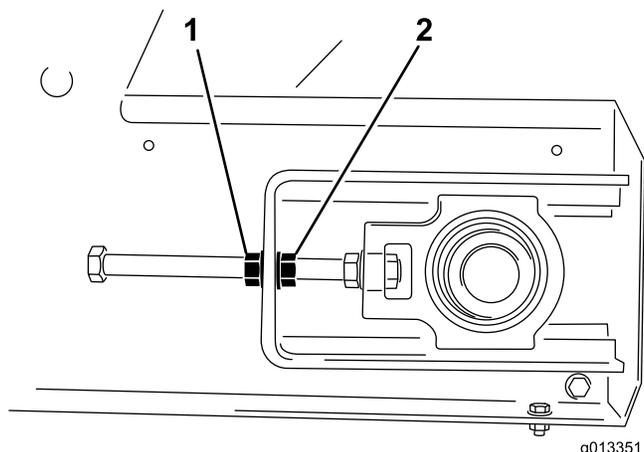

図 49
- テンショナ・ロッドが回らないようにロッドの端部をレンチで押さえながら、もう1本のレンチでロックング・ナット（ロッドの端部に一番近いナット）をゆるめる（図 49）。
- ベルトが寄ってくる側で調整する。テンショナ・ロッドが回らないようにロッドの端部を押さえながらロックング・ナットをゆるめ、調整ナットをナットの2面分締めつける（図 49）。